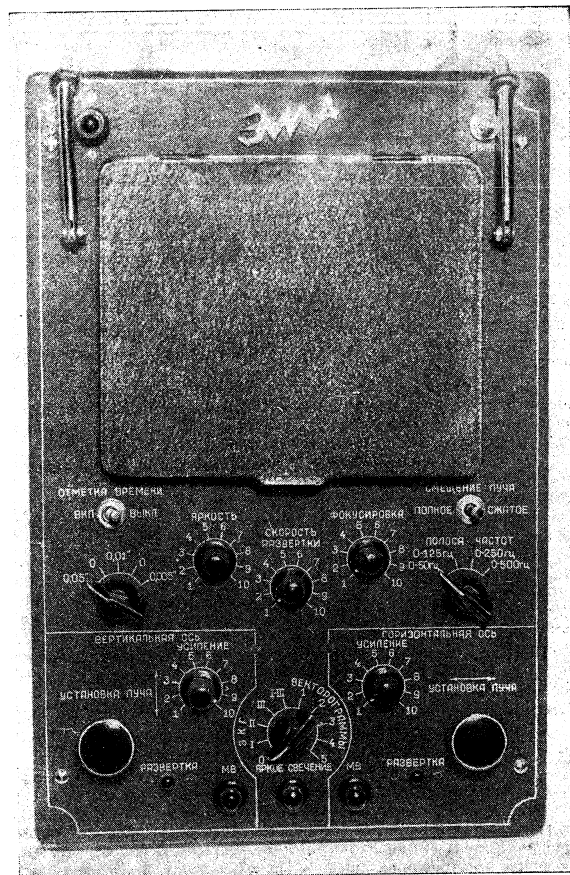

Рис. 3. Панель управления.
При первом включении аппарата в сеть нужно осмотреть положение всех ручек и выключателей на панели управления. При этом следует обратить внимание на то, что ручки и кнопки общего управления находятся в центре, а ручки и кнопки, относящиеся к определённому каналу усиления, очерчены кривой линией. (см. рис. 3).
3. Поставить выключатель с надписью «Сеть» (см. рис. 3) в положение «Вкл». После этого должна загореться сигнальная лампа, установленная на панели управления. Включенный аппарат должен прогреться в течение 2—3 минут.